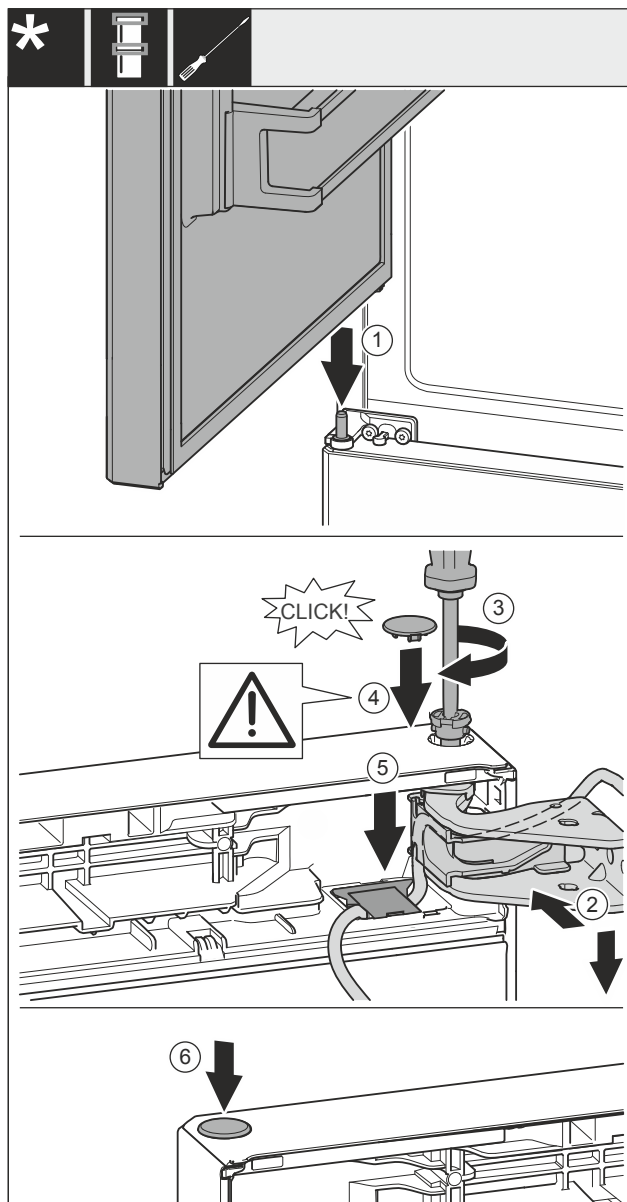

Fig. 58
- ▶ Helyezze rá a felső ajtót a középső csapszegre Fig. 58 (1).
- ▶ Helyezze be a csapszeget Fig. 58 (3), és húzza meg csavarhúzóval.
- ▶ Helyezze be a fedelet Fig. 58 (4).
- ▶ Ellenőrizze, hogy a fedél Fig. 58 (4) felfekszik-e az ajtóra.
- ▶ Helyezze be a fedelet Fig. 58 (5), és nyomja le, míg a helyére nem pattan.
- ▶ Helyezze be a fedelet Fig. 58 (6).